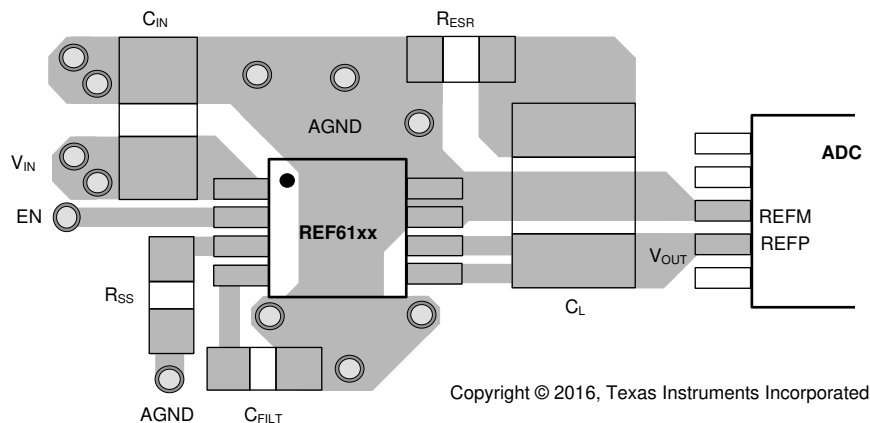

図 9-9. レイアウト例
図 9-9 に、REF61xx を使用したデータ アクイジション システムの PCB レイアウトの例を示します。主な検討事項は次のとおりです。
- 図 9-9 に示すように、VOUT\_F、VOUT\_S、出力コンデンサの間に 2 つの個別のパターンを配線します。
- 図 9-9 に示すように、GND\_F ピンと GND\_S ピンをソリッド プレーンで短絡し、このプレーンを伸ばして出力コンデンサ  $C_L$  に接続します。